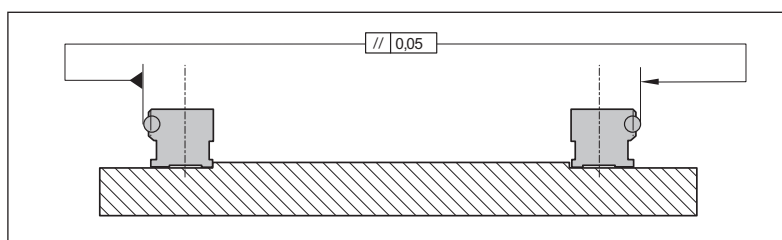

Fig. 77: Verificación del paralelismo de los rieles de guía
- Comprobar el paralelismo ➡ Fig. 77